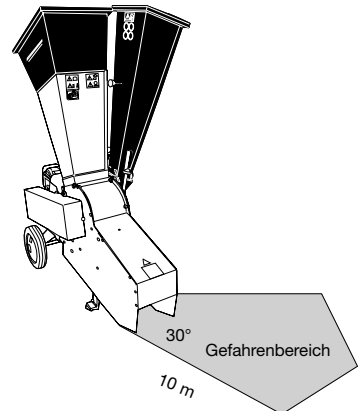

Bild 7
**Der Aufenthalt von Personen im Gefahrenbereich der Maschine ist verboten (siehe „Bild 7“).**